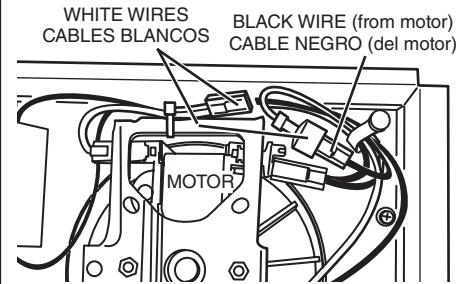

FIG. 5 - FULL-WATTAGE CONVERSION
2. Connect the two (2) white wires with insulated terminals to each other. (FIG. 5)
3. Connect black wire to terminal on motor. (FIG. 5)
2. Conecte entre sí los dos (2) alambres blancos con terminales aisladas. (FIG. 5)
3. Conecte el alambre negro a la terminal en el motor. (FIG. 5)